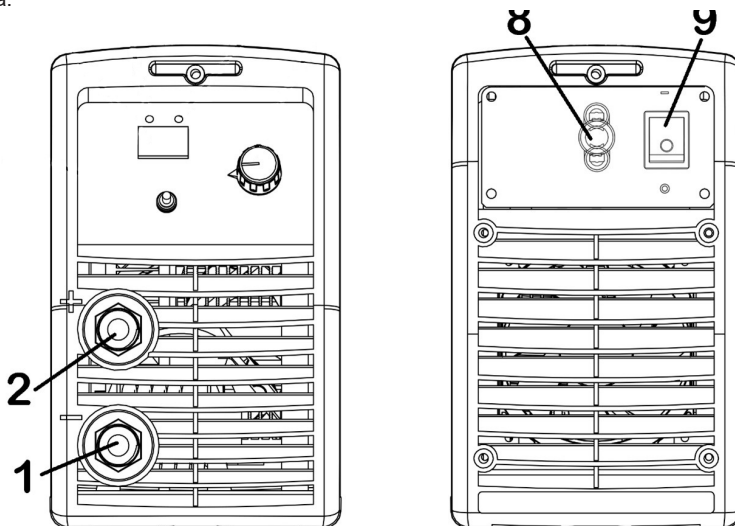
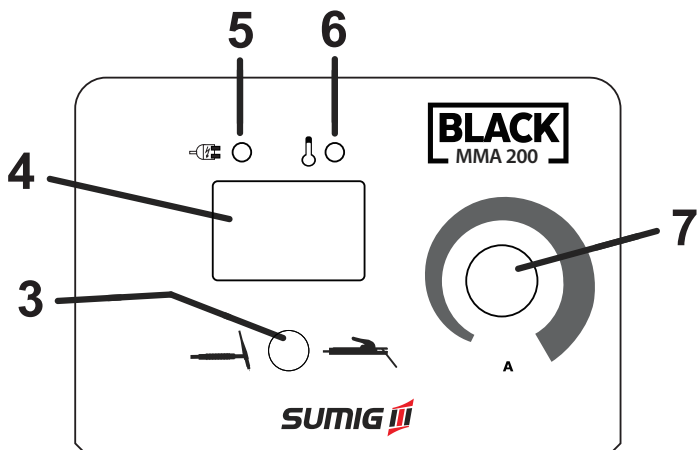

Figura 1
Figura 2
A *figura 1* e a *figura 2* demonstram a posição e função dos componentes externos da máquina:
- 2 - Conecte o porta-eletrodo no conector positivo (+) da máquina (posição 2/figura 1), disponível no painel frontal. Gire para fixá-lo.
- 3 - Conecte o cabo obra no conector negativo (-) da máquina (posição 1/figura 1), disponível no painel frontal. Gire para fixá-lo. Conecte a garra na peça a ser soldada.
- 4 - Após realizadas as conexões acima, posicione a chave seletora de processos (posição 3/figura 1) na posição MMA e ligue a máquina na chave LIGA/DESLIGA (posição 9/figura 1).
- 2 - Conecte a tocha no conector negativo (-) da máquina (posição 1/figura 1) disponível no painel frontal. Gire para fixá-lo;
- 3 - Conecte o cabo obra no conector positivo (+) da máquina (posição 2/figura 1) disponível no painel frontal. Gire para fixá-lo. Conecte a garra na peça a ser soldada;
- 5 - Após realizadas as conexões acima, posicione a chave seletora de processos (posição 3/figura 1) na posição TIG LIFT e ligue a máquina na chave LIGA/DESLIGA (posição 9/figura 1).
- 1 - Selecione o modo MMA na chave seletora de processos (*posição 3/figura 1*) e ligue o equipamento na chave Liga/Desliga (*posição 9/figura 1*);
- 2 - Defina a corrente de soldagem através do botão (*posição 7/figura 1*) disponível no painel frontal;
- 1 - Selecione o modo TIG LIFT na chave seletora de processos (posição 3/figura 1) e ligue o equipamento na chave Liga/Desliga (posição 9/figura 1);
- 2 - Defina a corrente através do botão seletor de corrente disponível no painel frontal (posição 7/figura 1).